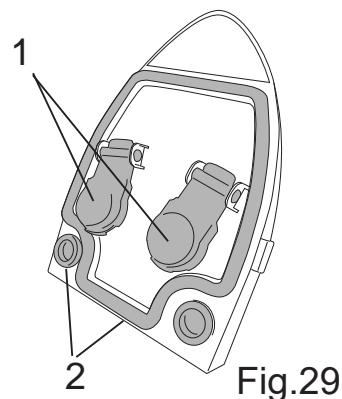

Fig.29
- Ruotare il coperchio e verificare che i galleggianti possano muoversi liberamente (Fig.29-Rif.1).
- Pulire le guarnizioni con un panno umido (Fig.29-Rif.2).